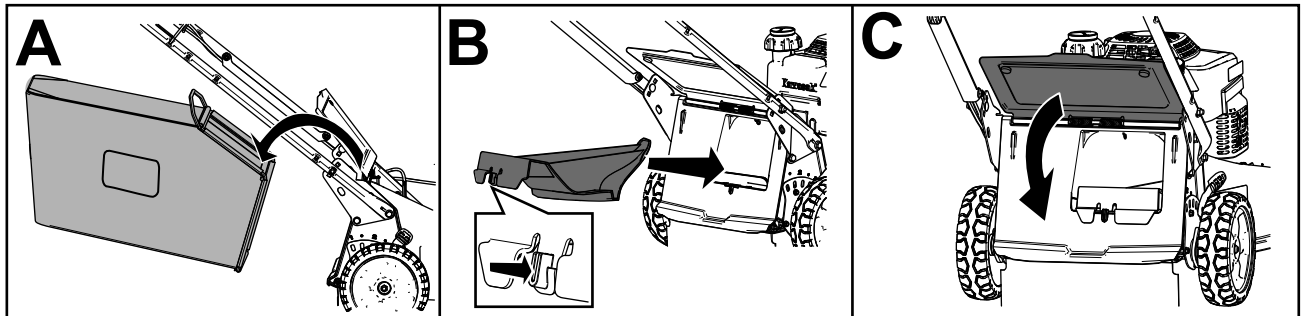

Bild 19
- Nehmen Sie ggf. den Fangkorb ab (A von Bild 19).
- Wenn die Heckauswurfklappe nicht eingesetzt ist, fassen Sie sie am Griff an, heben Sie das Heckablenkblech an und setzen Sie sie in den Heckauswurfkanal ein, bis der Riegel einrastet (B von Bild 19).
3. Nehmen Sie die Fangkorbstange am Fangkorb aus den Kerben an der Unterseite des Griffes (A von Bild 19).
4. Setzen Sie die Heckauswurfklappe ein (B von Bild 19).
5. Senken Sie das Heckablenkblech (C von Bild 19).